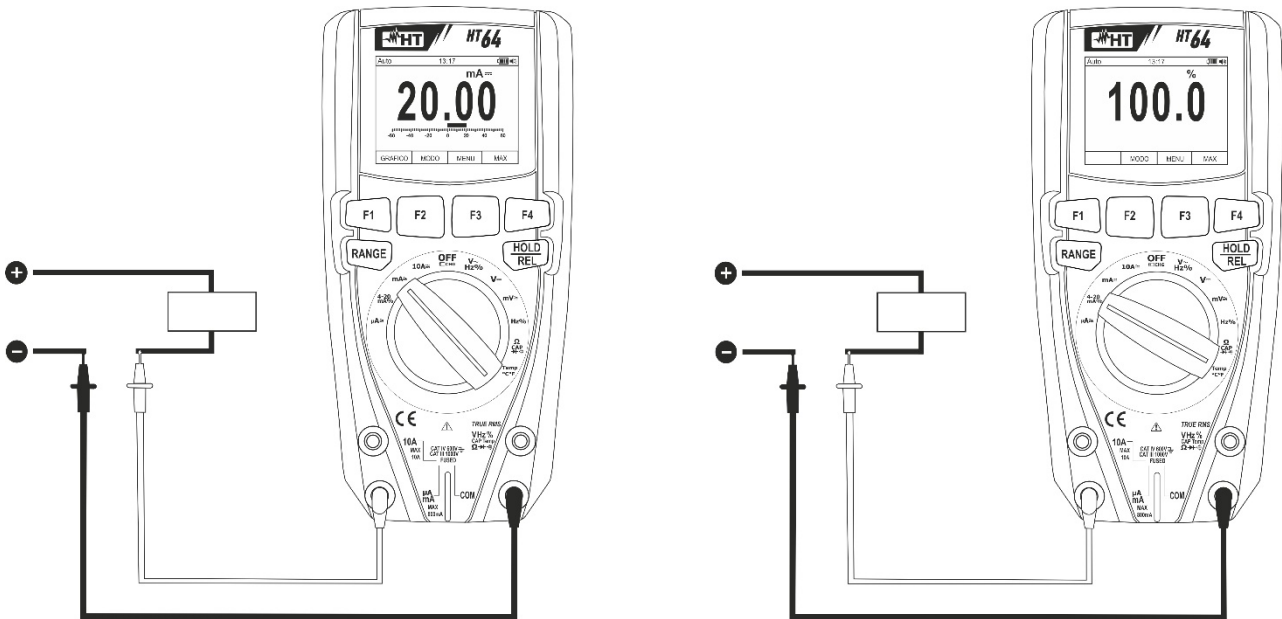

Abb. 29: Verwendung des Gerätes für Gleichstrommessung und 4-20mA% Ablesung
4. Verbinden Sie die rote und die schwarze Messleitung in Reihe mit dem Kreis, dessen Strom Sie messen möchten, und dabei achten Sie auf die Strompolarität und -richtung (siehe Fig. 29).
6. Der Gleichstromwert (siehe Fig. 29 – linke Seite) erscheint auf dem Display.
7. Der Wert der Ablesung 4-20mA% (0mA = -25%, 4mA = 0%, 20mA = 100% und 24mA = 125%) (siehe Fig. 29 – rechter Teil) erscheint auf dem Display. Der Bargraph ist bei dieser Funktion nicht aktiv.
9. Das Symbol "-" auf dem Display des Gerätes gibt an, dass der Strom die umgekehrte Richtung mit Bezug auf den Anschluss in Fig. 29 hat.